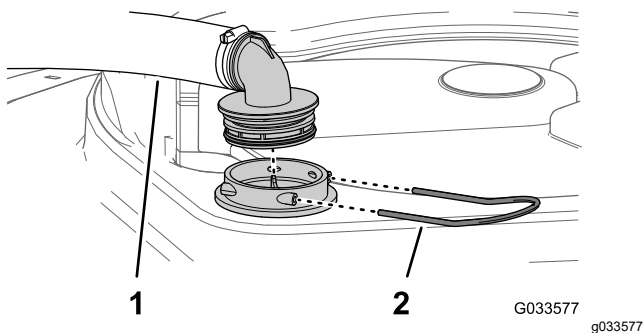

Рисунок 51
2. В верхней части бака опрыскивателя снимите держатель, который крепит шланговый штуцер, подсоединенный к большому шлангу, идущему от корпуса фильтра (Рисунок 51).
3. Отсоедините шланг и шланговый штуцер от корпуса фильтра (Рисунок 51).